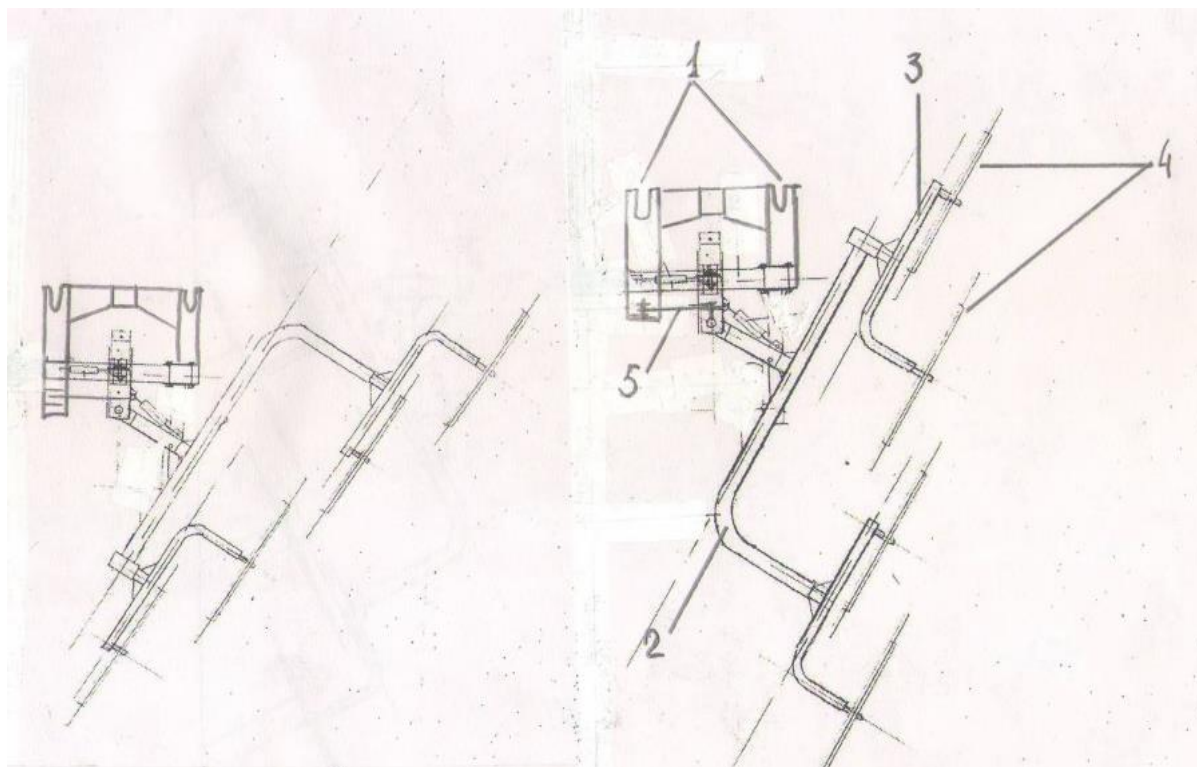

Рис. 1.
3.1. Грабли состоят из двух основных частей: 1 прицепное устройство (рис.1.) и набор механизмов для крепления и регулировки рабочих органов;
2. рабочая панель состоит из несущей рамы 2, 3 (рис.1.), на которую крепятся рабочие колеса 4 (рис.1.), снабженные фигурными пальцами. Пальцы предназначены для непосредственного контакта с травяной массой.
Помните транспортировать грабли можно только в транспортном положении с поднятой панелью и зафиксированной транспортной тягой 5 (рис.1.).
3.2.2. При работе граблей в положении «ворошилка» нужно развернуть рабочую панель изгибом вперед (рис.1.) при этом грабли будут образовывать 4 маленьких валков переворачивая массу по горизонту.
3.2.3. При работе граблей в положении «грабли» нужно установить рабочую панель изгибом назад (рис.1.).